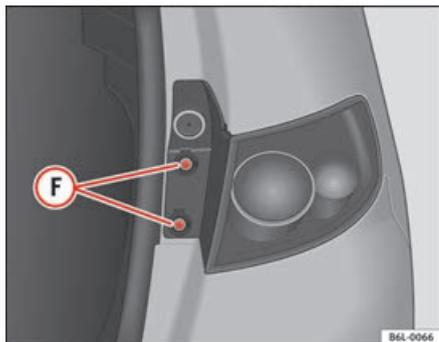

Fig. 166 Luz traseira na carroçaria
- Desenrosque os parafusos **F** ⇒ fig. 166 com a parte plana da chave de fendas.